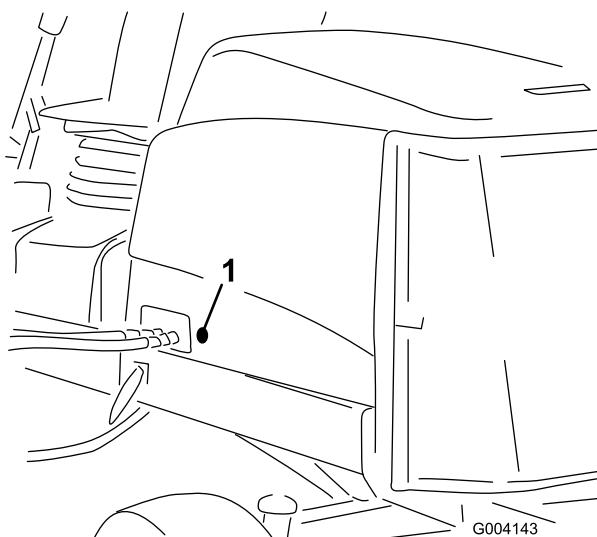

Figura 15
2. Retire o olhal de borracha do orifício do lado esquerdo do capot (Figura 15).